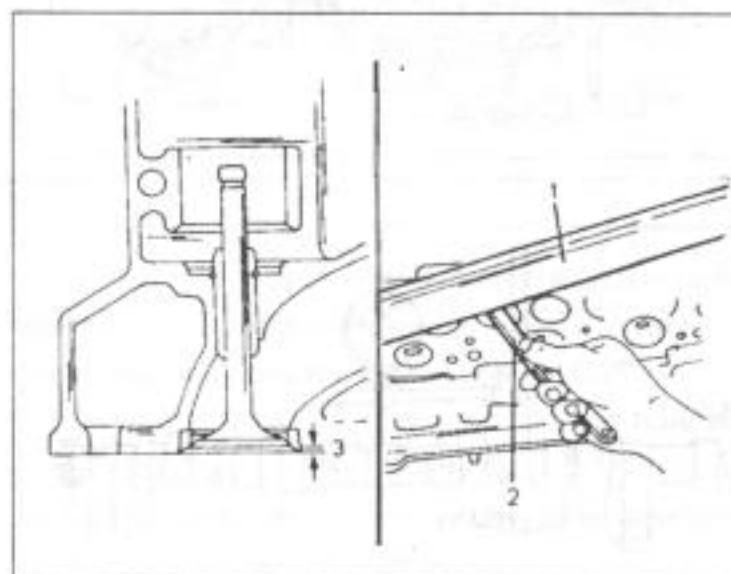

Рис. 51.
- с помощью измерительного зонда и линейки, как показано на рис. 51, замеряется размер между верхней стороной тарелки клапана и поверхностью головки блока цилиндров. Номинальный размер составляет 0,75-1,05 мм, с границей износа 2,55 мм;